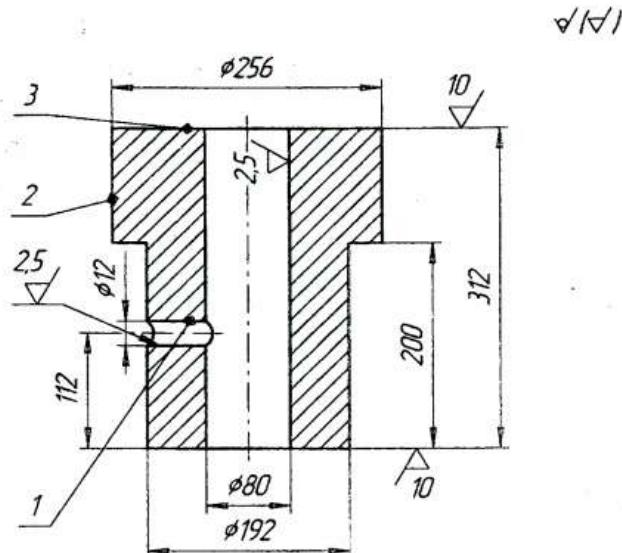

Рисунок 17 - Втулка
**Исходные данные.** В качестве исходных данных при выполнении задания используют рабочий чертеж детали с указанием заданных поверхностей, подлежащих обработке резанием (рис. 17), а также полученные в результате выполнения задания 2 размеры отливки (см. табл. 3).
где  $l$  – длина обработанной поверхности, равная для рассматриваемого примера (рис. 17) 112,0 мм;